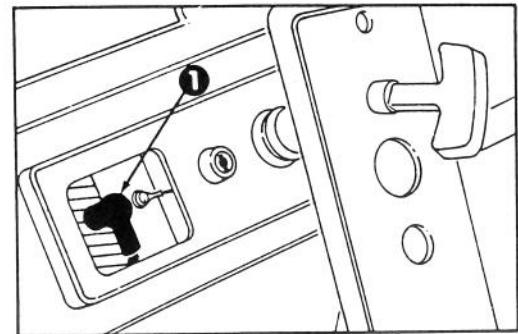

Fig. 16
2. **RIMUOVETE LA CANDELA** (Fig. 16) — Staccate il cavo ad alta tensione dalla candela e togliete la candela. Esaminatela e sostituitela se è incrinata, incrostanta o sporca. **NON PULITE LA CANDELA CON SABBIA O CON UNA SPAZZOLA DI FERRO** PERCHÉ LA GRANIGLIA POTREBBE STAC-